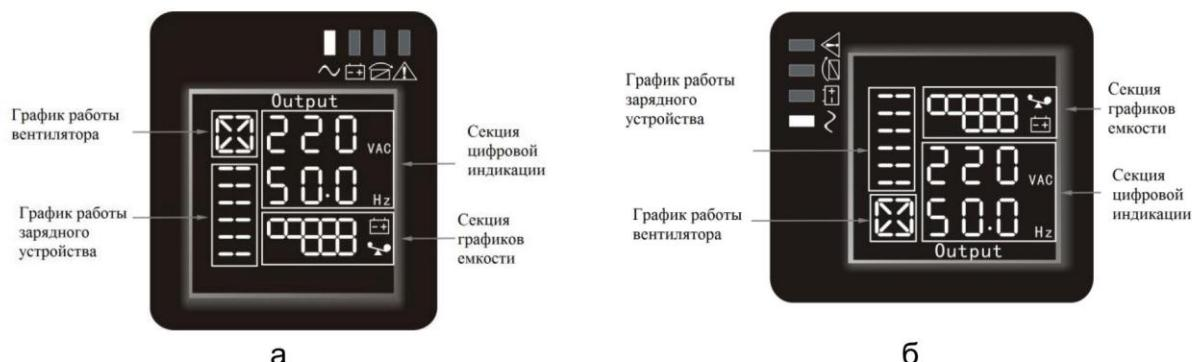

Рисунок 18 – Вертикальное (а) и горизонтальное (б) положение дисплея
Когда ИБП работает от аккумуляторов, то количество значков, обозначающих состояние работы зарядного устройства, будет изменяться согласно изменению емкости заряда аккумулятора (показано клетками). Например, на Рис. 18(а) показано пять клеток (также показано и на рисунке справа на графике (3)), и соответствующее количество линий – пять (показано на левой картинке на графике (3)), и так далее согласно данному правилу.